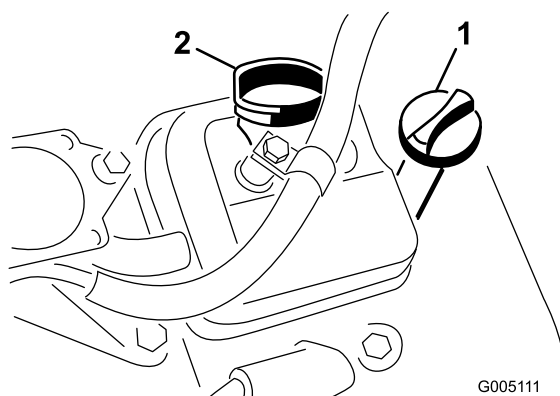

Рисунок 21
3. Заверните масломерный щуп в трубку и убедитесь в том, что он посажен до упора (Рисунок 21).